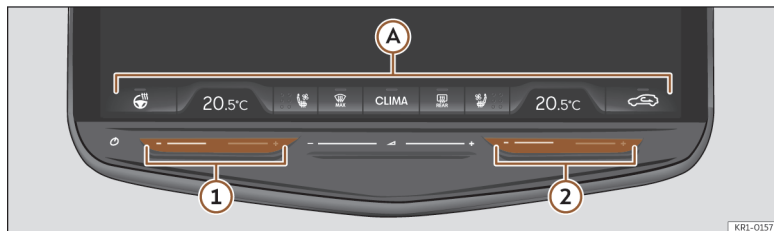

Abb. 102 Schematische Darstellung: Klimatisierungsfunktionen.
>>> (Abb. 102) A, in dem die folgenden Klimatisierungsfunktionen enthalten sind:
ODER: Über die Tastbereiche 1 und 2 (blau/rot) kann die Temperatur der Klimaanlage eingestellt werden >>> (Abb. 102).
SYNC Synchronisiert die Temperatureinstellungen der Fahrerseite für die Beifahrerseite und/oder die hinteren Sitzplätze. Betätigen Sie die Temperaturregelung der Beifahrerseite >>> (Abb. 102) (2) und/oder der hinteren Sitzplätze, um eine andere Temperatur einzustellen.
- Klicken Sie auf das Symbol  der Klimazeile >>> (**Abb. 102**).
- Durch gleichzeitiges Drücken mit zwei Fingern auf die taktilen Bereiche ① (für Fahrer) und ② (für Beifahrer) >>> (**Abb. 102**).